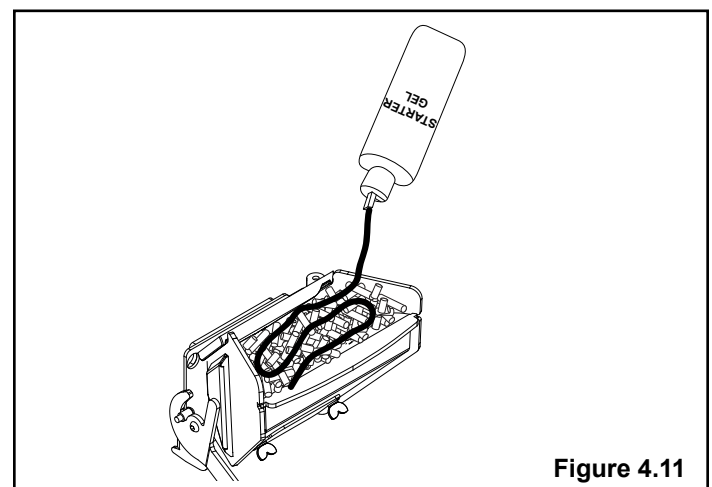

Figure 4.11
6. L'application de gel d'allumage est illustrée à la Figure 4.11.